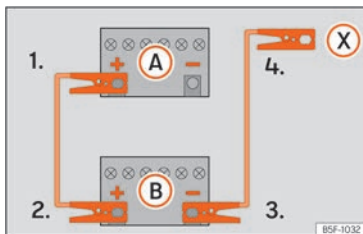

Abb. 222 Anschlusschema für Fahrzeuge ohne Start-Stopp-System.
4. Fahrzeuge ohne Start-Stopp-System: Klemmen Sie ein Ende des schwarzen Starthilfekabels an den Minuspol \ominus des stromgebenden Fahrzeugs **B** »» (Abb. 222).